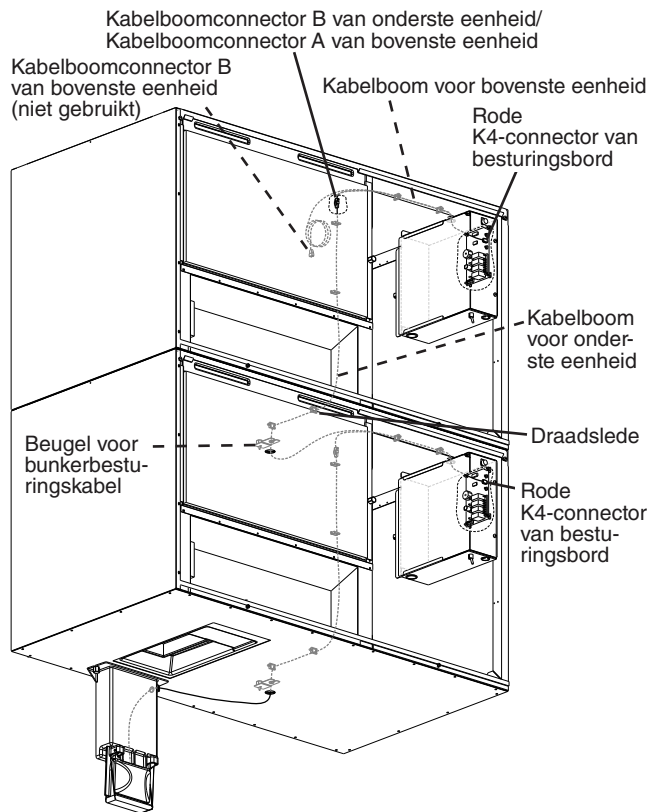

**Afbeelding 5**
- 6) Bevestig de bovenste eenheid aan de onderste eenheid met behulp van de 2 bevestigingsbeugels en de meegeleverde bouten. Zie afbeelding 5.